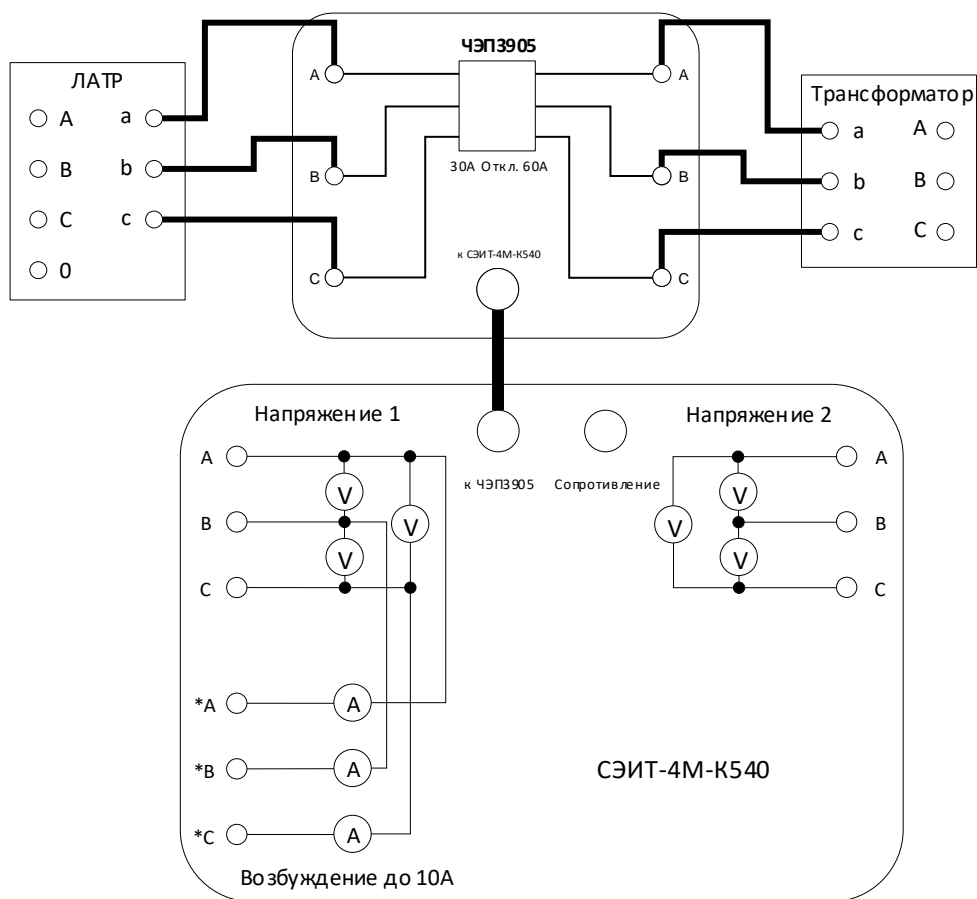

Рис. 11. Схема соединений для опыта холостого хода при номинальном напряжении с использованием БТТ
5.3.1.2. При использовании БТТ ЧЭП3905 собирается схема, представленная на рис. 11.